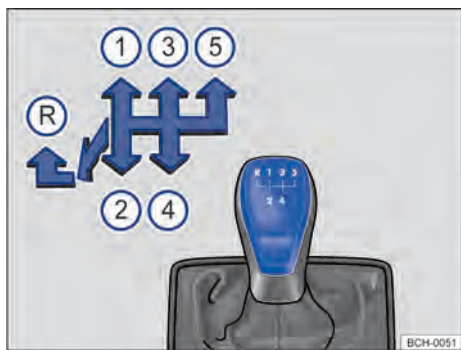

Fig. 90 Esquema de troca de marchas da transmissão manual de 5 marchas.
As posições de cada uma das marchas estão representadas na alavanca de troca de marcha → Fig. 90.
- Empurrar a alavanca de troca de marcha totalmente para a esquerda e depois para frente até a posição da marcha a ré → Fig. 90Ⓡ.